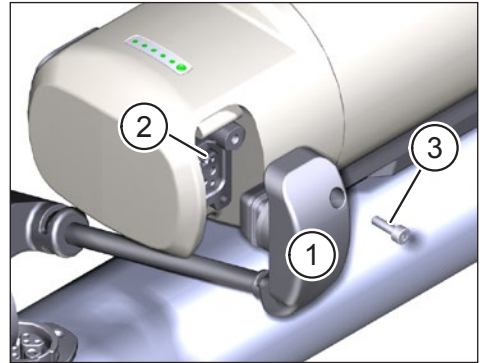

Fig. 7: Bevestig de verbindingkabel aan de Range Extender
- ▶ Sluit de stekker (Pos. 1 in Fig. 7) van de aansluitkabel aan op de socket (Pos. 2 in Fig. 7) in de Range Extender.
- ▶ Bevestig de connector aan de Range Extender met de inbusbout M3 × 8 (Pos. 3 in Fig. 7) die bij de kabel wordt geleverd, met een moment van 1 Nm. Gebruik nooit een langere schroef. Anders bestaat het risico dat de elektronica in de Range Extender beschadigd raakt.